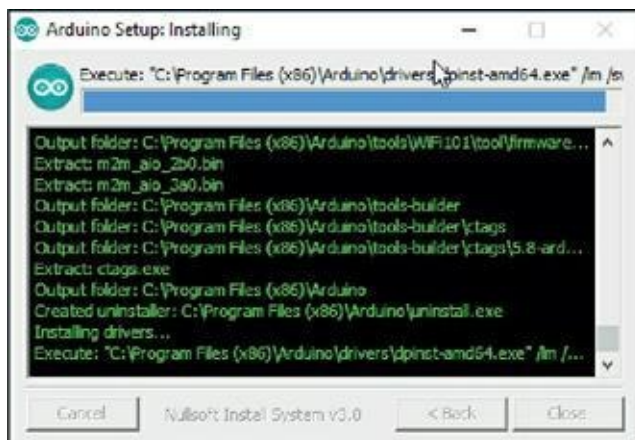

Figure 2.11 : Installation du pilote périphérique.
9. Clique le bouton **Install** (Figure 2.11).